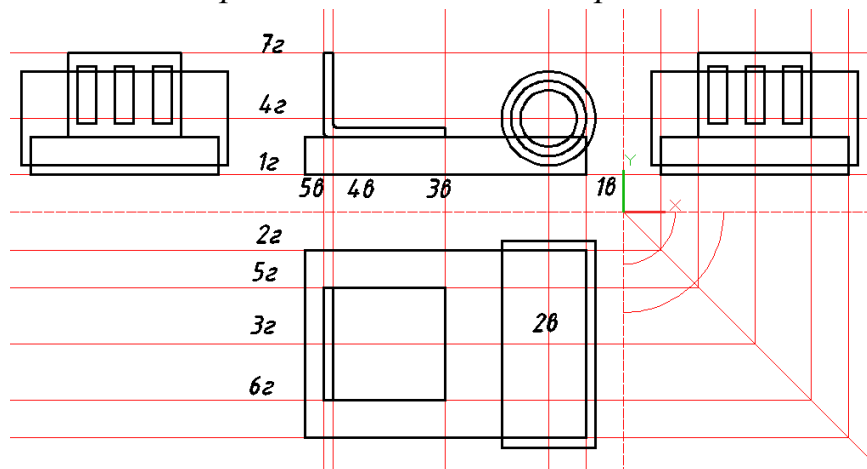

Рис. 8.45. Проміжний вигляд кресленника
*-намальовано ескіз кресленника, подібний до рис. 8.45*